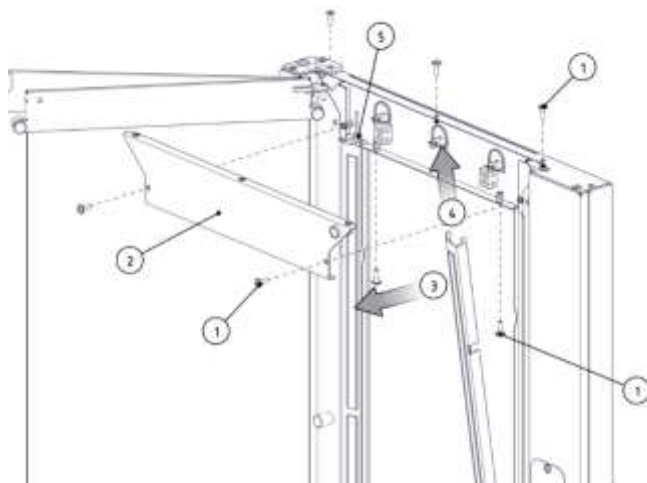

Рис. 42 – Замена светодиодных светильников
Замену ленты светодиодных светильников проводить следующим образом (рис. 42):
3. Открутите винты 1 крепления рамки и снимите панель (поз.2, рис. 42);
4. Снимите плафон освещения последовательными движениями 3 и 4 (рис. 42);
5. Отклейте повреждённую ленту и отсоедините от неё коннектор (поз.5, рис. 42);